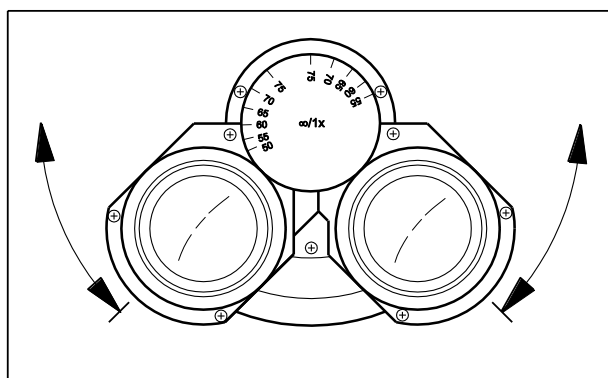

Fig. 14 Réglage de l'écart interpupillaire
- Faire tourner les tubes oculaires symétriquement l'un vers l'autre ou à l'opposé l'un de l'autre afin de régler la distance entre les tubes pour l'adapter à la distance interpupillaire (Fig. 14).